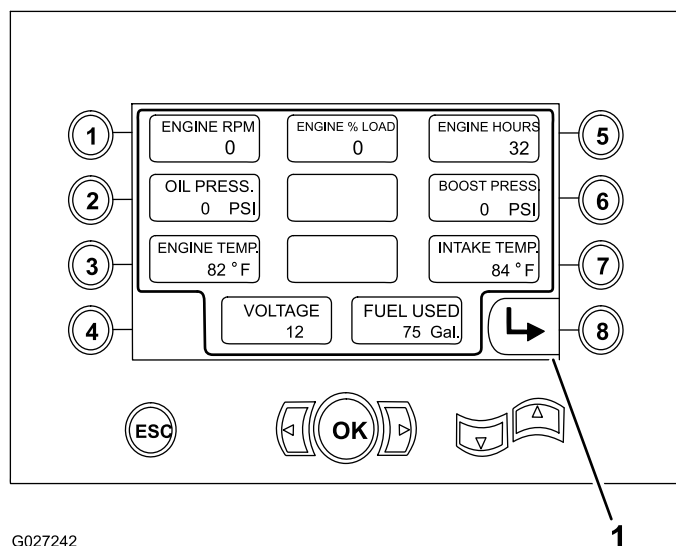

Figure 35
- Régime moteur en tr/min (Figure 35)
- Pourcentage de charge du moteur (Figure 35)
- Heures de fonctionnement du moteur (Figure 35)
- Pression d'huile et de pression de suralimentation (Figure 35)
- Température du liquide de refroidissement du moteur et d'air d'admission (Figure 35)
- Tension (Figure 35)
- Quantité de carburant utilisée (Figure 35)